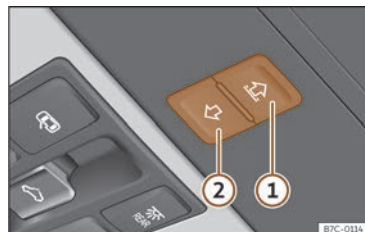

Abb. 63 Im Dachhimmel: Funktionsfläche zur Bedienung des Sonnenschutzrollos.
- Wenn sich das Sonnenschutzrollo innerhalb von 5 Sekunden immer noch nicht schließen lässt, drücken Sie den Taster >>> (Abb. 63)
②, bis das Sonnenschutzrollo vollständig geschlossen ist. **Das Sonnenschutzrollo schließt ohne Einklemmschutz!**